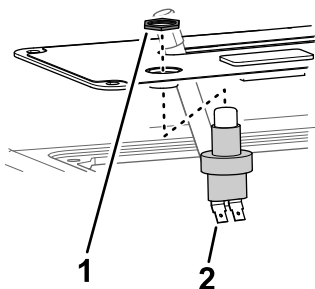

Figura 5
3. Monte o interruptor na cobertura do painel de controlo com a porca de retenção e aperte a porca à mão (Figura 5).